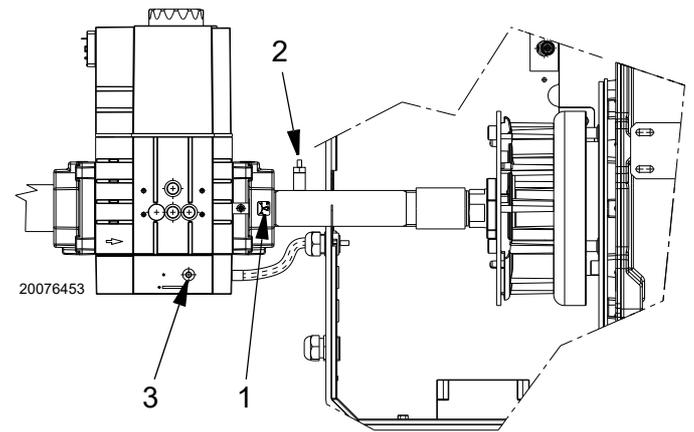

Abb. 7
* Die Schraube 1)(Abb. 7) bis zum vollständigen Schließen in Richtung des Zeichens „-“ einschrauben, um sie dann in Richtung des Zeichens „+“ den Angaben im Tab. F gemäß wieder zu öffnen.
Zeichenerklärung (Abb. 7)